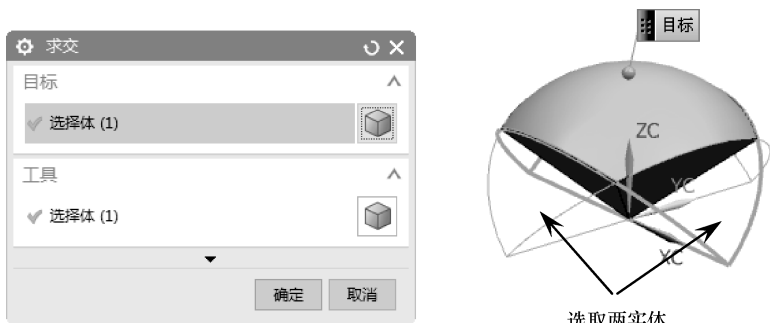

图 4-60 创建布尔交集
- 06 布尔交集。在【特征】组中单击【相交】按钮，弹出【求交】对话框，选取目标体和工具体，单击【确定】按钮完成相交，结果如图4-60所示。